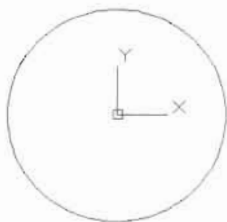

图 3-3
(1) 单击“绘图”工具栏中的“圆”按钮, 以原点为圆心绘制一个半径为 10 的圆形, 如图 3-3 所示, 命令执行过程如下。